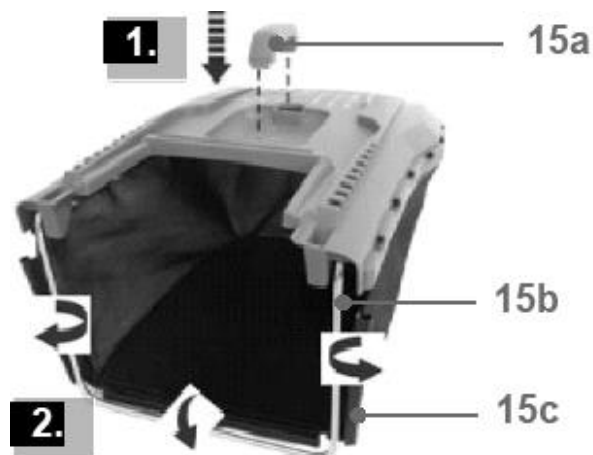
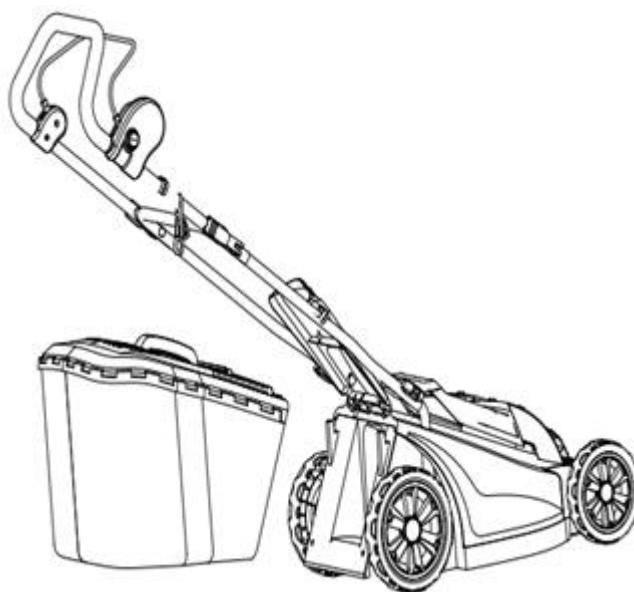

Рис. 7
Рис. 9
- a. Вставьте защелку рукоятки (15а) в отверстия в верхней части травосборника (15).
- b. Прижмите ее для блокировки (Рис. 7, шаг 1).
- c. Сдвиньте зажимные втулки (15с) на раму (15b) (Рис. 7, шаг 2).
- e. Откройте крышку канала выброса (5), и удерживайте её в этом положении.
- f. Совместите упоры на раме с крючками (14), чтобы повесить травосборник (рис. 9).
- g. После этого осторожно опустите крышку канала выброса (5).